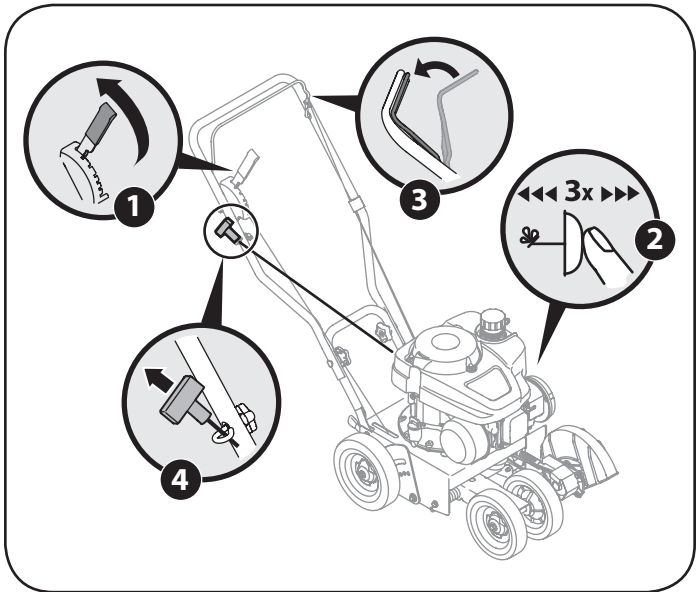

Figura 8
2. Empuje el cebador tres veces. Vea la Figura 8. No cebe el motor caliente para reiniciarlo luego de una detención breve.
4. Con la mano derecha, tome la manija del arrancador de retroceso y tire de la cuerda para sacarla con un movimiento rápido y continuo. Vea la Figura 8. Mantenga firme la manija del arrancador, deje que la cuerda regrese lentamente al arrancador. Repita hasta que el motor esté en marcha. Deje que la cuerda se enrosque lentamente de regreso.